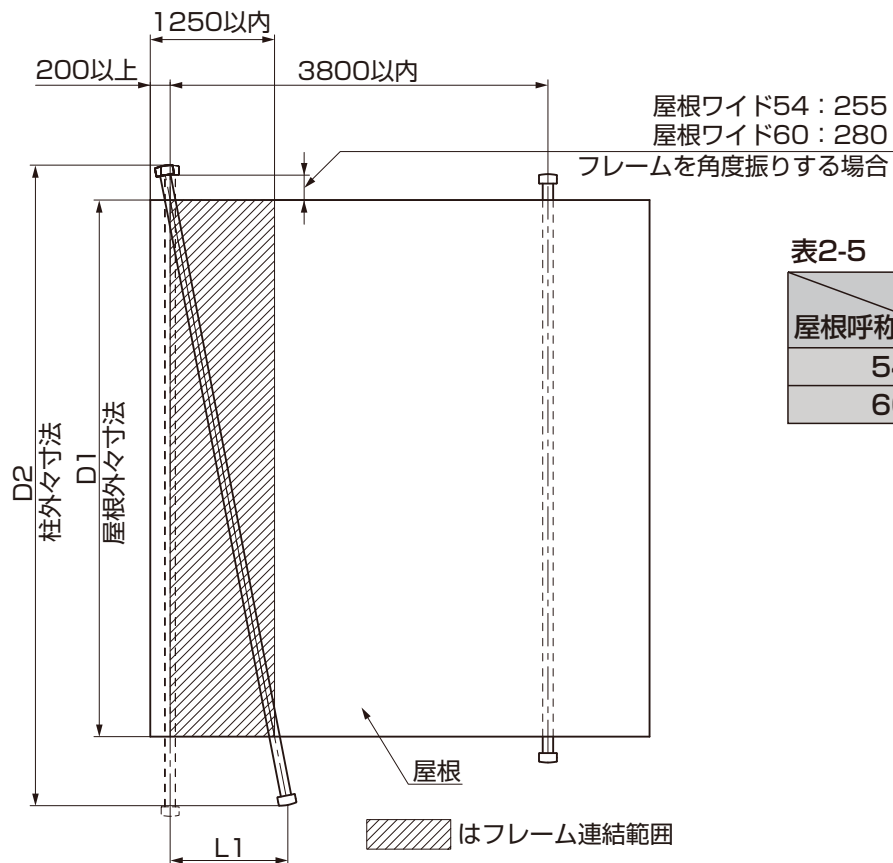

図2-2 ワイド屋根平面寸法-2
①図2-2、表2-5、表2-6を参照して、吊り式梁の角度をきめてください。